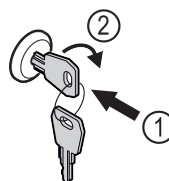

Fig. 127
- ▶ Włożyć kluczyk Fig. 127 (1).
- ▶ Przekręcić kluczyk o 90° w prawo Fig. 127 (2).